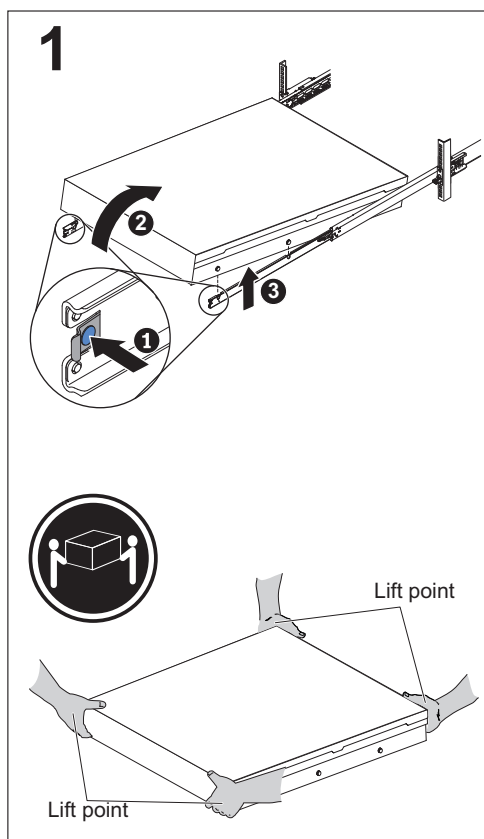

Figura 32. Removendo o SAN Volume Controller 2145-DH8 do Rack
Nota: Se estiver removendo um servidor de 2U, certifique-se de possuir duas pessoas ao levantar o servidor; posicione as suas mãos conforme mostrado em Figura 32 na página 44.
4. Puxe as alavancas de travamento do **1** para a frente, conforme mostrado em Figura 32 na página 44.